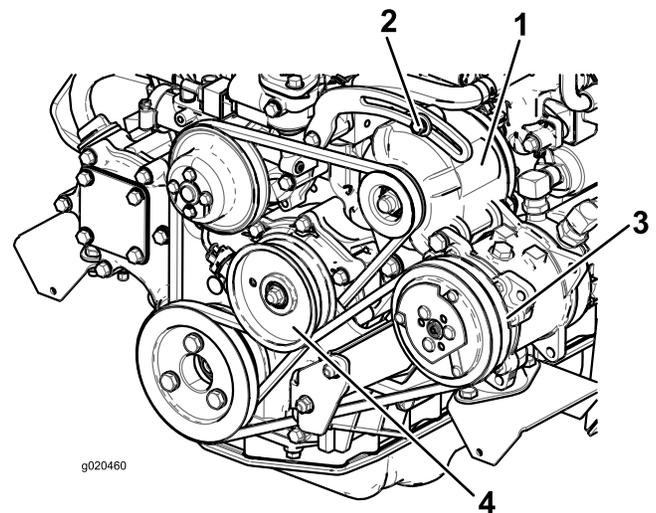

Bild 95
Prüfen Sie den Zustand und die Spannung des Riemens (**Bild 95**) alle 100 Betriebsstunden.
2. Lockern Sie bei einer Durchbiegung von mehr oder weniger als 10 mm die Befestigungsschrauben der Lichtmaschine (**Bild 95**). Erhöhen oder reduzieren Sie die Spannung des Lichtmaschinen-Treibriemens und ziehen Sie die Schrauben wieder fest. Prüfen Sie die Riemen Spannung noch einmal auf korrekte Einstellung.
2. Lockern Sie bei einer Durchbiegung von mehr oder weniger als 10 mm die Befestigungsschraube der Spannscheibe (Bild 95). Erhöhen oder reduzieren Sie die Spannung der Kompressor-Riemenspannung und ziehen Sie die Schraube fest. Prüfen Sie die Riemenspannung noch einmal auf korrekte Einstellung.